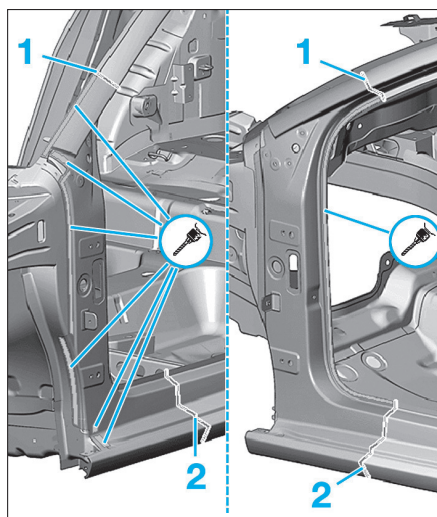

FIG. 24
- Dépointer le montant et le couper en (1) et (2) (Fig.24).